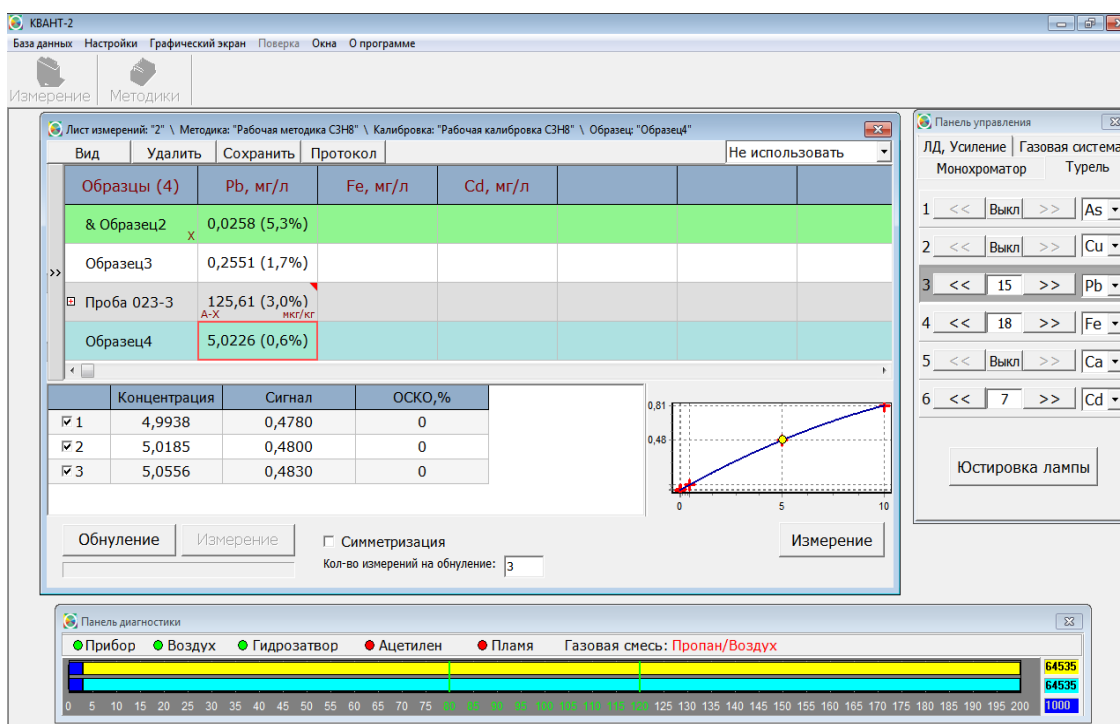

Рис. 19 Проведение измерений
4. Перенести капилляр в неизвестную пробу, нажать кнопку «Измерение», индикатор отобразит выполнение операции измерения **зелёным** цветом. В зависимости от выбранного режима измерений после окончания цикла результат будет отображаться в таблице в виде числового значения и на градуировочном графике в виде точки **жёлтого** цвета рис.19.